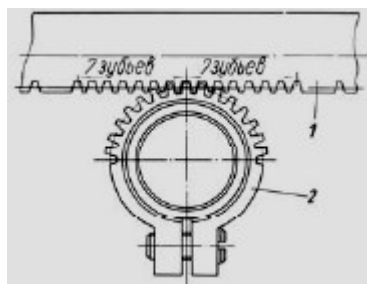

Рис.43. Установка поворотной втулки с зубчатым венцом
- поворотную втулку с зубчатым венцом в сборе устанавливать при среднем положении рейки (по отношению к корпусу насоса) так, чтобы прорезь венца находилась в плоскости оси отверстия под стопорный винт в корпусе насоса ЯМЗ-236, а средний зуб венца – в средней впадине на рейке (рис. 43);